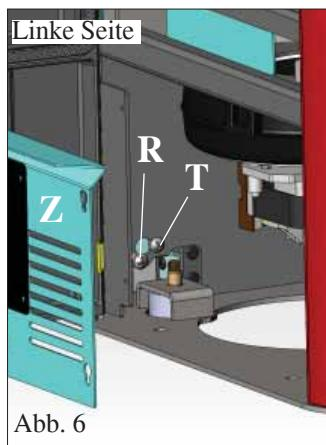

Abb. 6
Die vertikale Ausrichtung der Keramikblenden (C) überprüfen und etwaige Einstellungen mit den Schrauben an der Oberseite (V - Abb. 5) und im Ofen mit den Schrauben (R - Abb. 6/7) durchführen.
vornehmen ANMERKUNG Zuvor das verzinkte Blech (Z - Abb. 6/7) beidseitig abnehmen und die Verriegelungsschrauben (T - Abb. 6/7) lockern.